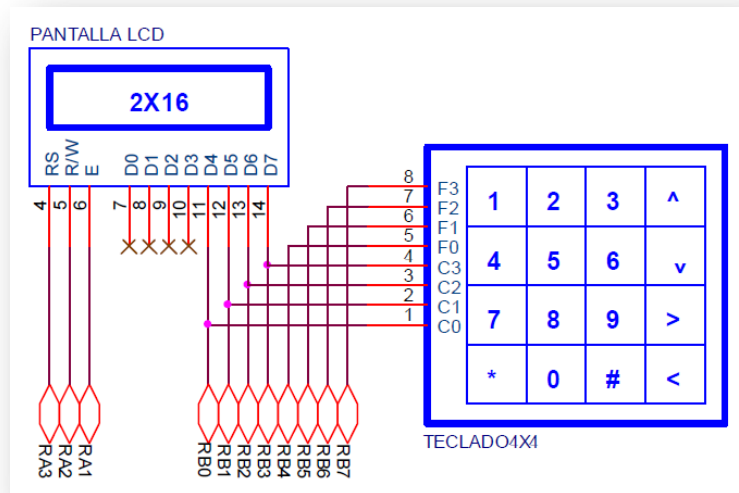

Figura 2. Conexiones del teclado y de la pantalla LCD
1. Conectar el LCD al PIC según el esquema de conexiones visto en la figura 2.